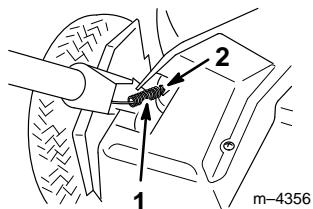

Figure 4
- Accrocher le ressort du câble de commande de traction au support de transmission si ce n'est déjà fait (Fig. 4).